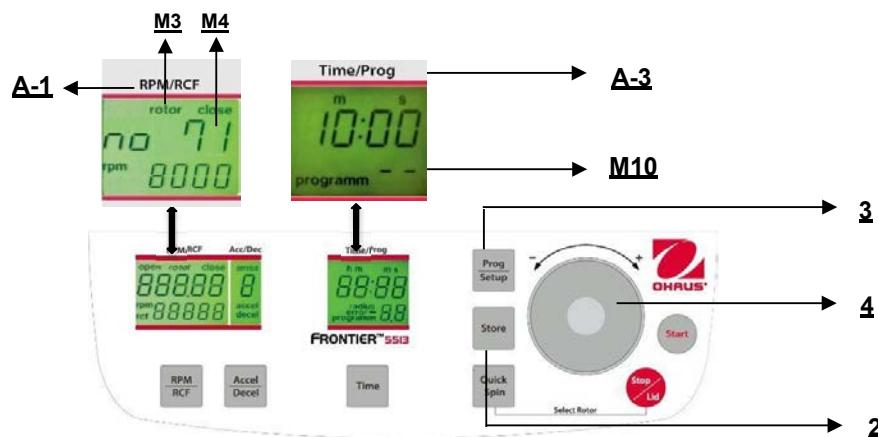

Figura. 22
Para recuperar programas almacenados, presione el botón "Prog/Setup" (3) (vea la Figura 22) mientras la tapa está cerrada. En la pantalla "Time/Prog" (A-3) aparece "programm -"(M10). El número de programa deseado puede preseleccionarse con el dial de ajuste (4).